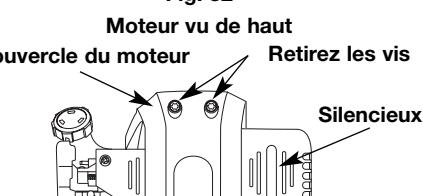

Fig. 33
2. Enlevez les deux vis (2) du haut du couvercle du moteur à l'aide d'un tournevis à lame plate ou T-25 Torx (Fig. 33).
6. Déposez le couvercle du moteur (Fig. 33).